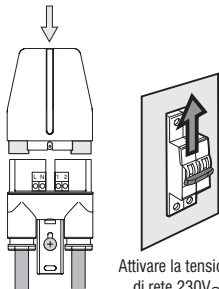

fig. 5
- Inserire la calotta (fig. 5) e premere fino a portarla in battuta sulla vite imperdibile; i faston della parte circuitale ed i morsetti della base sono in contatto; i LED di segnalazione ricezione segnale e sincronizzazione orario risultano visibili attraverso la fessura rimasta aperta tra base e calotta.